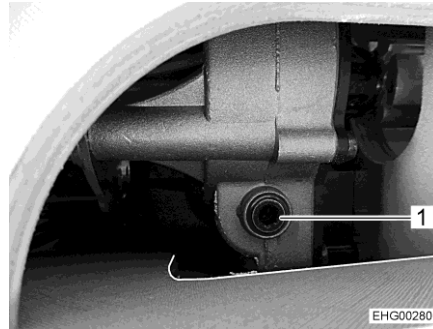

Bild 53 Åtkomst till drivenheten
- Sätt i den medföljande veven eller insexnyckeln i hållaren vid drivenheten (Bild 53,1).